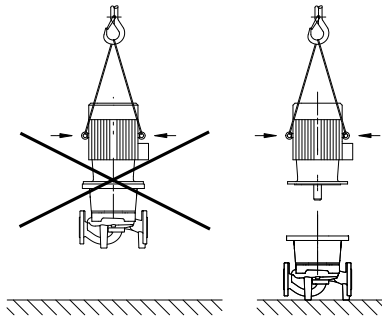

Fig. 35: Trasporto del motore
- Gli occhioni per il trasporto presenti sul motore sono omologati solo per il trasporto del motore, non per quello dell'intera pompa (Fig. 35).